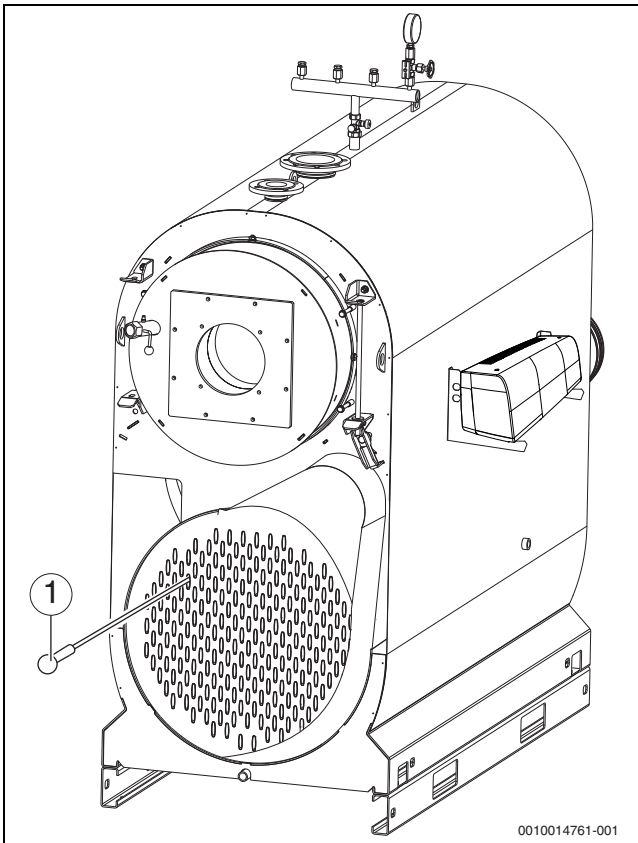

Fig. 39 Curățați colectorul de gaze arse
- ▶ Curățați țevile de încălzire după oprire cu o perie (→ fig. 39, pagina 35).